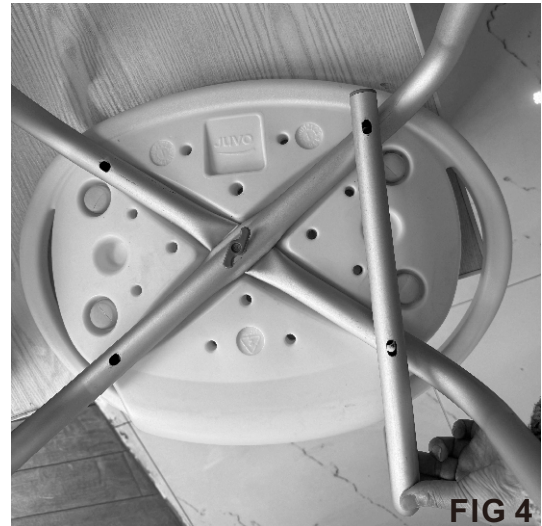

FIG 4
- ### 4. Verbinden Sie die Rückenlehnenstützstangen und die U-förmigen Beinstützen mit der Unterseite des Sitzes. Legen Sie eine Rückenlehnenstützstange so über die U-förmigen Beinstützen, dass die beiden Löcher der Rückenlehnenstützstange mit den beiden Löchern der U-förmigen Beinstützen übereinstimmen (siehe Abb. 4). Achten Sie darauf, dass die Rückenlehnenstützstange von der Rückseite des Stuhls aus nach oben zeigt.